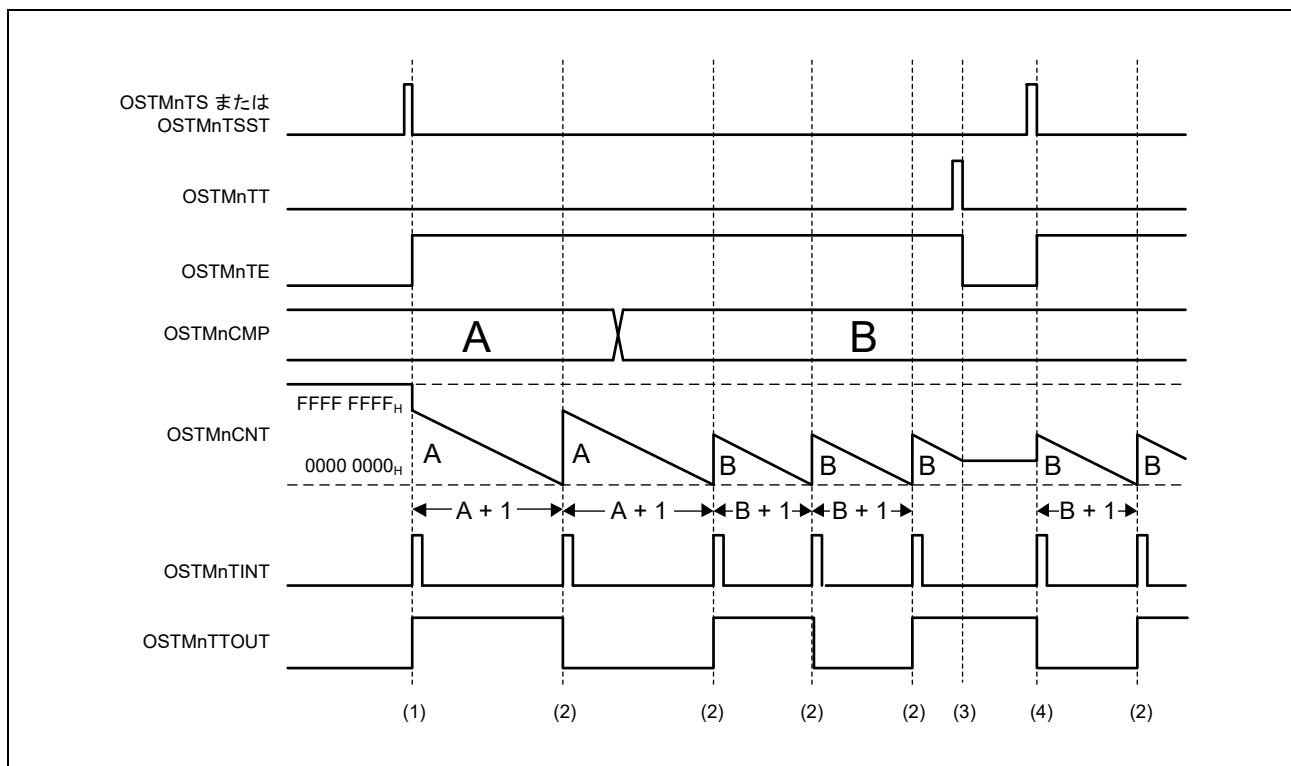

図 17.3 インターバルタイマモードの OSTM のタイミング図
- (1) カウンタは、「**図 17.3 インターバルタイマモードの OSTM のタイミング図**」で説明されているように動作を開始します。
- (2) カウンタは、動作している間 ($OSTMnTE.OSTMnTE = 1$) $OSTMnTS.OSTMnTS = 1$ または $OSTMnTSST = 1$ にすると、リスタートします。